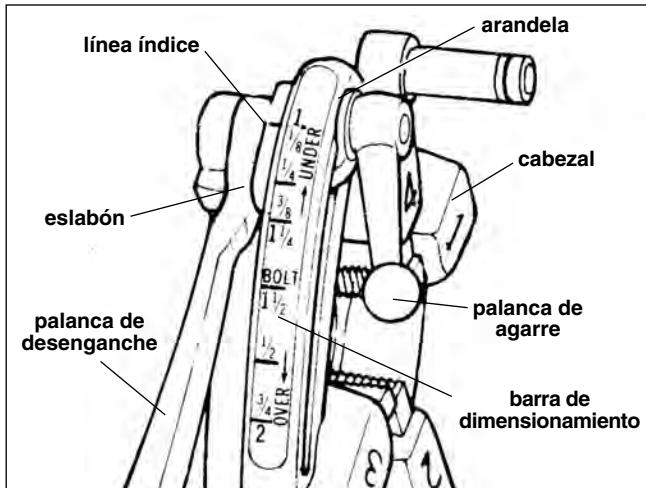

Figura 12 – Cabezal de Terrajas Universal de Apertura Rápida
5. Cabezal de Terrajas de Apertura Rápida No. 811A (*Figura 12*). Gire la palanca de desenganche a la posición de CLOSED (cerrada).
10. Cabezal de Terrajas de Apertura Rápida No. 811A (*Figura 12*). Completada la rosca, levante la palanca de desenganche para retraer las terrajas.
¡NOTA! El Cabezal de Terrajas Universel No. 811A (*Figura 12*) para roscas a mano derecha requiere cuatro juegos de terrajas para roscar tubos de entre $\frac{1}{8}$ a 2 pulgadas de diámetro. Se requiere un juego de terrajas para cada una de las siguientes gamas de dimensión de tubo: ($\frac{1}{8}$ pulg.), ($\frac{1}{4}$ a $\frac{3}{8}$ pulg.), ($\frac{1}{2}$ a $\frac{3}{4}$ pulg.) y (1 a 2 pulgs). No existen disponibles terrajas para tubos de $\frac{1}{8}$ pulgada para el cabezal de terrajas a mano izquierda. El roscado de pernos requiere un juego distinto de terrajas para cada dimensión de perno. No hay disponibles terrajas para pernos para los cabezales de terrajas universales a mano izquierda.